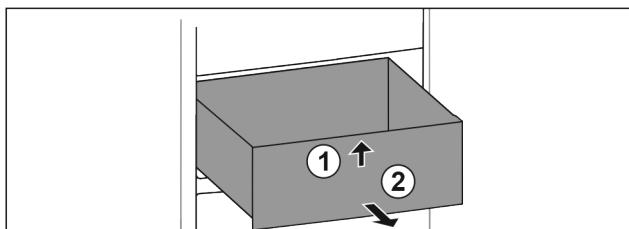

Fig. 71
- Nadvihnite zásuvku vpred. Fig. 71 (1)
- Odoberte zásuvku dopredu. Fig. 71 (2)